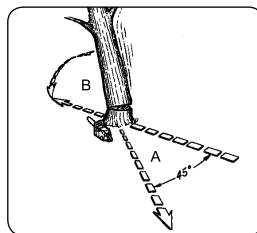

Рис. 11А
ПРЕДУПРЕЖДЕНИЕ: Предварительно наметьте себе путь для выхода (A) и рассчитите его от возможных препятствий перед тем как приступить к выполнению срезов. Маршрут к отходу должен быть в направлении, обратном направлению предполагаемого падения дерева, как это показано на (Рис. 11А).